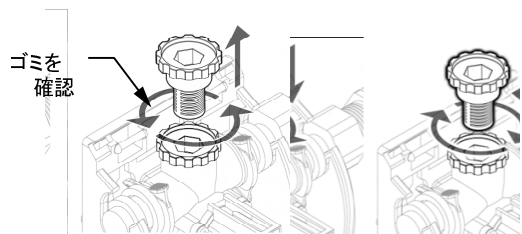

図 7. 水フィルタのゴミをチェックする。
- 水フィルタにゴミがあるかチェックします (図 7 参照)。